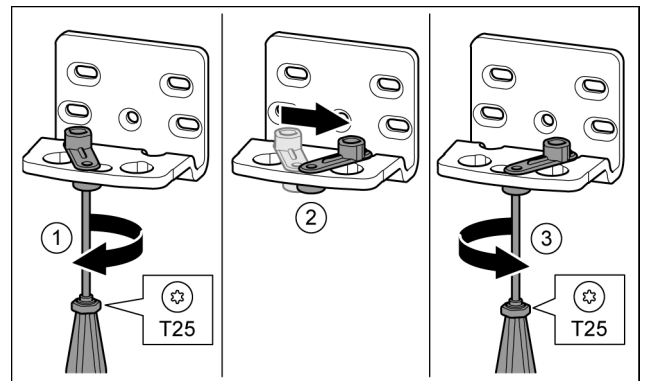

Fig. 16
- ▶ Desfaceți șurubul cu șurubelnița T25. Fig. 16 (1)
- ▶ Ridicați dispozitivul auxiliar de închidere a ușii și rotiți-l cu 90° spre dreapta în orificiu. Fig. 16 (2)
- ▶ Înșurubați ferm șurubul cu șurubelnița T25. Fig. 16 (3)